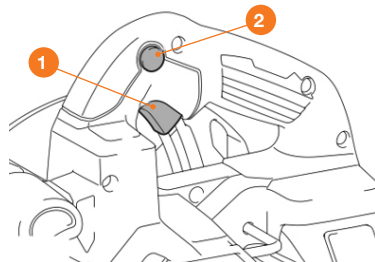

Рис. 10
- Зажмите кнопку блокировки включения **2** (Рис. 10).